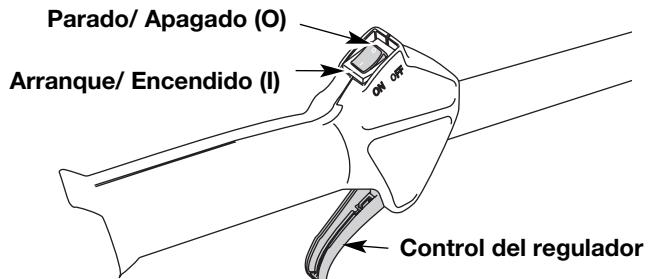

Fig. 4
Encendido/de parada el control (Fig. 4) está en la posición de trabajo siempre (I).
2. Coloque el control de encendido y apagado en posición de APAGADO (O) (Fig. 4).